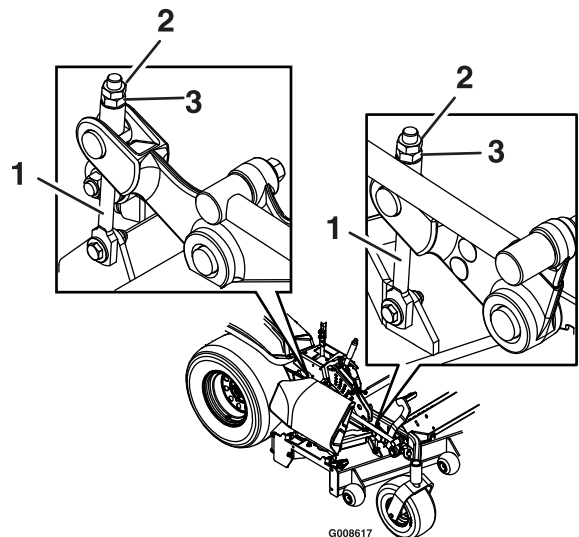

Figura 27
- Afloje las contratuercas de la parte superior de cada mecanismo de ajuste de la plataforma. Gire la tuerca de ajuste del conjunto de elevación de la plataforma delantera para obtener una altura de 7,6 mm (3 pulgadas) (ver Figura 27).